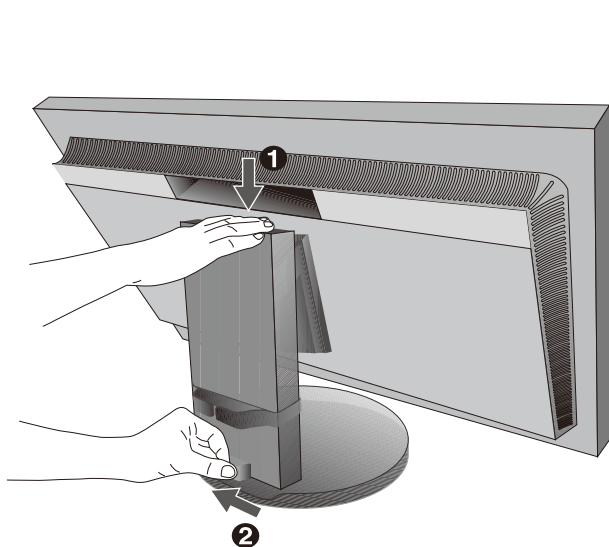

图 B.1
3. 高度调整由锁定开关锁定。请将手置于底座的顶部将屏幕往下按到最低位置。滑动锁定开关以解锁底座 (图 B.1)。